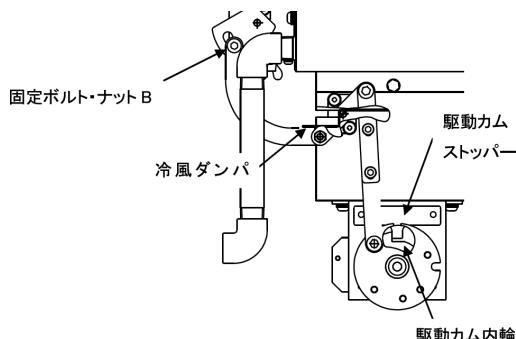

図 9-4
- ・電源を ON すると、ダンパーモータがモータ側から見て反時計方向(ギヤモータ正転)に回り、駆動カム内輪が駆動カムストッパーに当たって停止していることを確認し、元電源を OFF してください。(図 9-4)